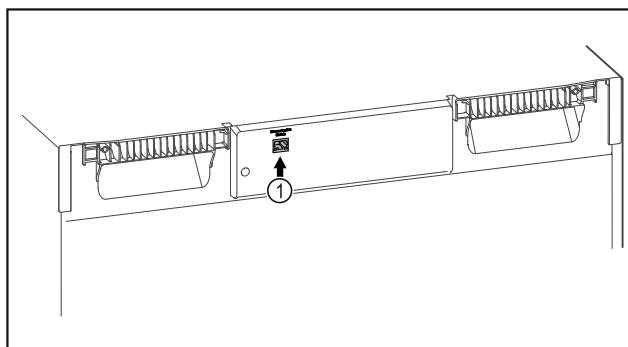

Fig. 104
- Je používán SmartModule Fig. 104 (1).